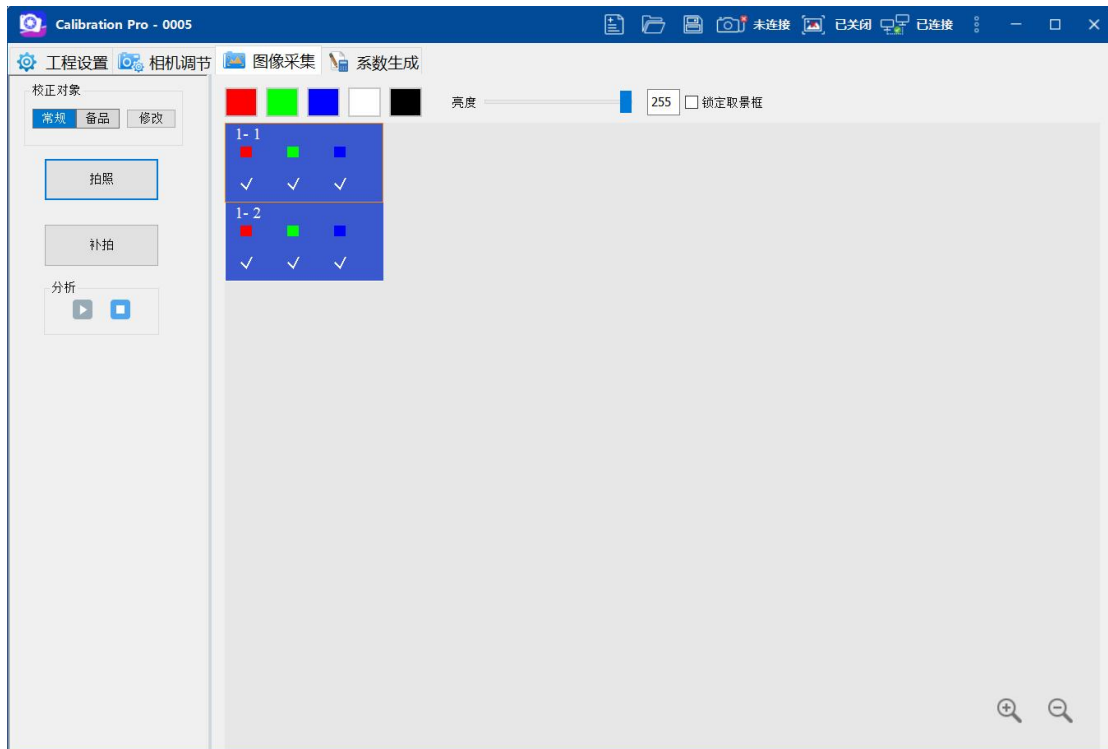

图 3-40 常规屏图像采集页面
4、照片拍摄完成后，分区图中对应的分块区域会显示白色矩形框，表示对应的照片拍摄完成（如图 3-40）。在拍摄不成功的情况下（分区图中对应的分块区域没有显示 RGB 颜色的矩形框），如果启用了